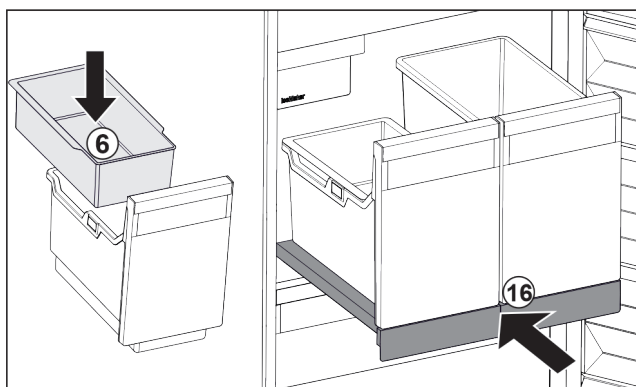

Fig. 125
- ▶ Installer le balconnet Fig. 125 (6) pour glaçons.
- ▶ Rentrer le compartiment coulissant avec le bac (IceTower). Fig. 125 (16)